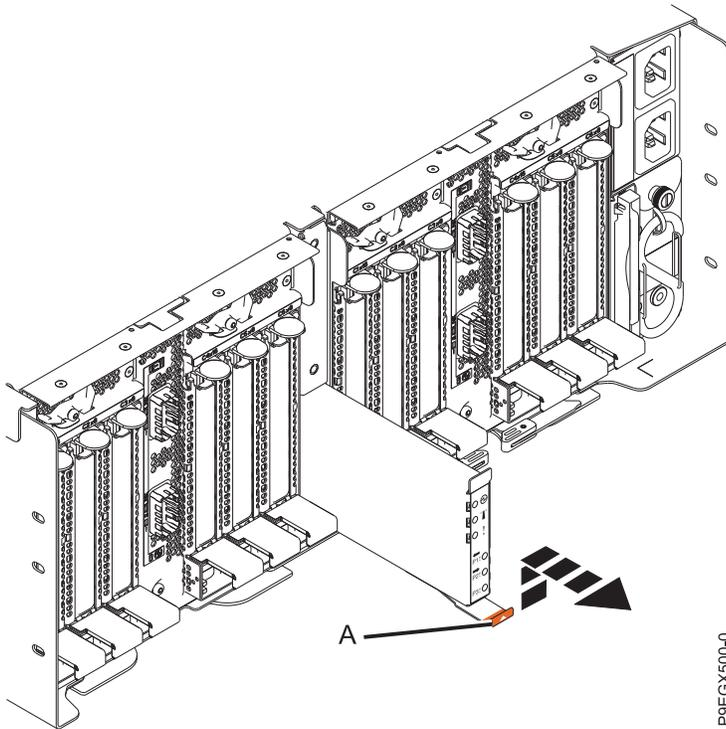

Figura 3. Extracción del conducto de tubos luminosos del cajón de expansión PCIe3 EMX0
3. Tire del conducto de tubos luminosos para sacarlo del chasis, como se muestra en la Figura 3 en la página 4.